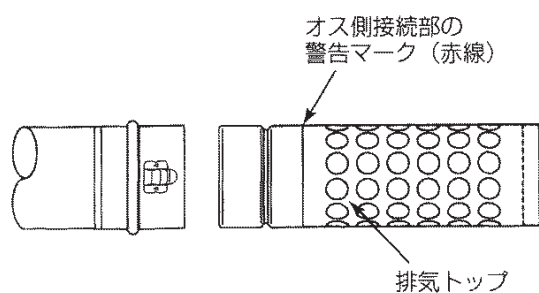

図 6
- 2) 排気トップとKPパイプの接続は、オス側接続部の警告マーク (赤線) のところまで、十分に差し込んでください。図6を参照してください。確実に接続されると「カチット」音がします。
① KPパイプ接続時のご注意
- KPパイプを接続する時は、オス側接続部の警告マーク（赤線）のところまで、十分に差し込んでください。確実に接続されると「カチット」音がします。図6を参照してください。
② 排気筒の固定方法